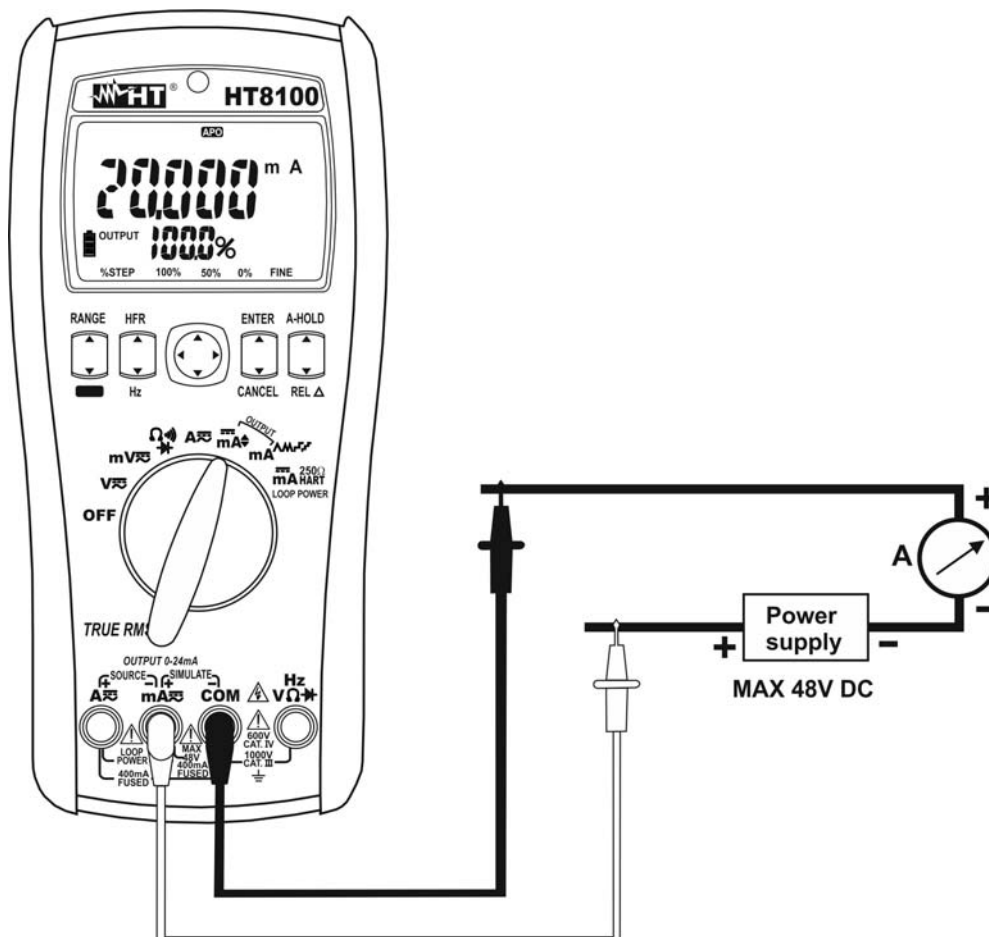

Fig. 9: Uso del instrumento para simulación de un transductor
5. Posicione la punta roja y la punta negra respectivamente en los puntos a potencial positivo de la fuente externa y positivo del dispositivo externo de medida (ej: multímetro – vea Fig. 9)